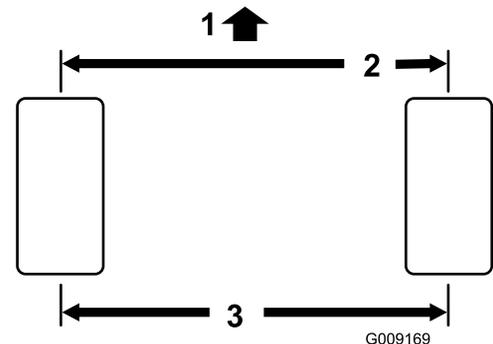

Figura 68
2. Meça a distância de centro a centro (à altura do eixo) na zona dianteira e traseira dos pneus da direção (Figura 68).